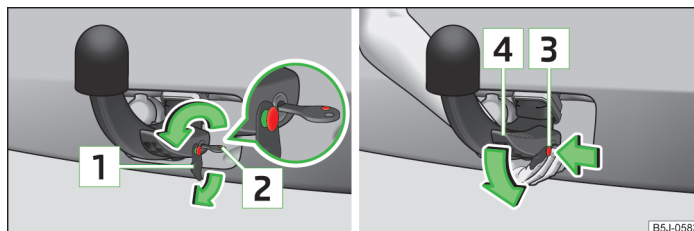

Abb. 109 Bedienungshebel der Kugelstange entriegeln / Kugelstange lösen
- Die Kappe **1** » Abb. 109 vom Schloss der Kugelstange in Pfeilrichtung abziehen.